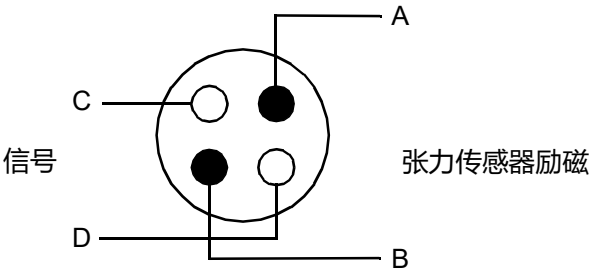

图 2-2. 张力传感器电缆的线芯布置
- 连接张力传感器的电缆**必须是四芯电缆**。见图 2-2。对角线对必须用于信号电路和励磁电路。